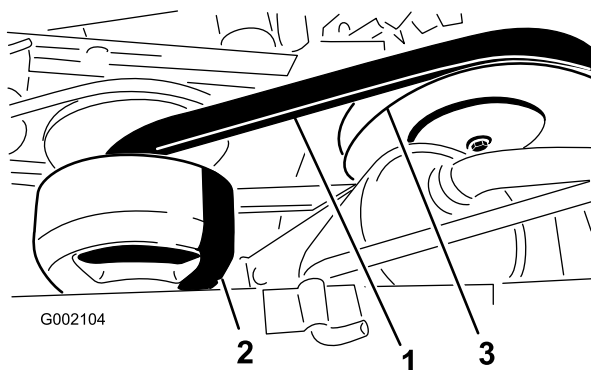

Figure 52
3. Faites tourner la courroie et vérifiez qu'elle n'est pas excessivement usée ou endommagée (Figure 52). Remplacez-la au besoin.
1. Faites tourner la courroie et faites-la passer sur l'embrayage secondaire (Figure 52).
2. Enlevez la courroie de l'embrayage primaire (Figure 52).